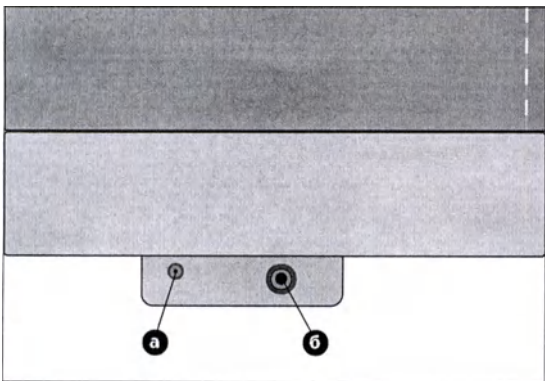

Рис. 4-16 Гнезда для подключения микрофона (а) и трубки манжеты (б)
- Подсоедините кабель микрофона к гнезду а (рис. 4-16).